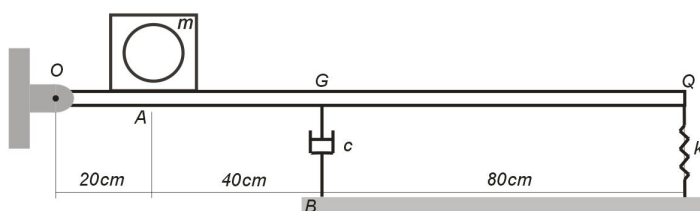

Figura 2
**Questão 2 (3,0):** Uma placa rígida, com massa de 50kg e centro de massa em  $G$ , é pivotada no ponto  $O$  e suportada por um amortecedor  $c = 200\text{N.s/m}$ , em  $G$ , e por uma mola com rigidez  $k = 4000\text{N/m}$ , em  $Q$ , como ilustrado na Figura 2. Um pequeno ventilador com massa de 25kg e operando a 750rpm é montado sobre a placa no ponto  $A$ . O centro de massa do ventilador está localizado a 2,5mm do eixo de rotação. Considerando que a massa do ventilador está toda concentrada no ponto  $A$  e que a da placa está concentrada em seu centro de massa, determine: